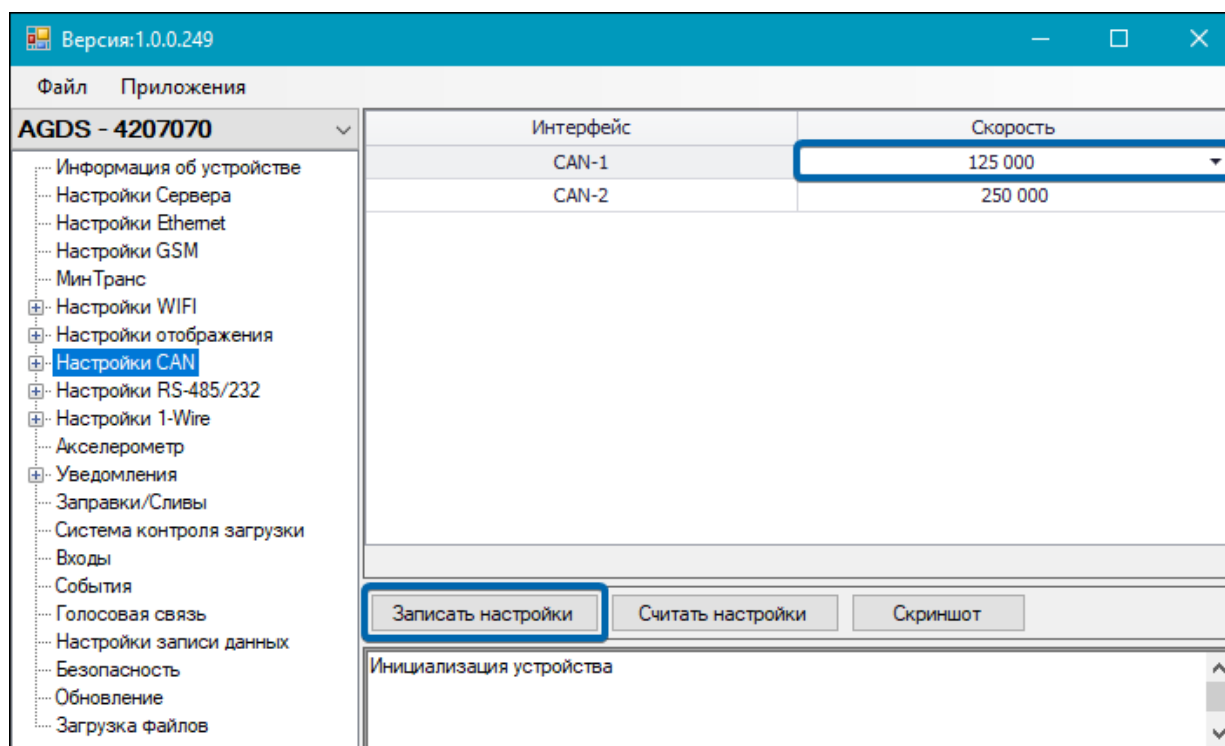

Рис.81. Настройка скорости передачи данных для интерфейса CAN1
2. Выберите в списке программы-конфигуратора пункт «Настройки CAN» (**Рис.81**).